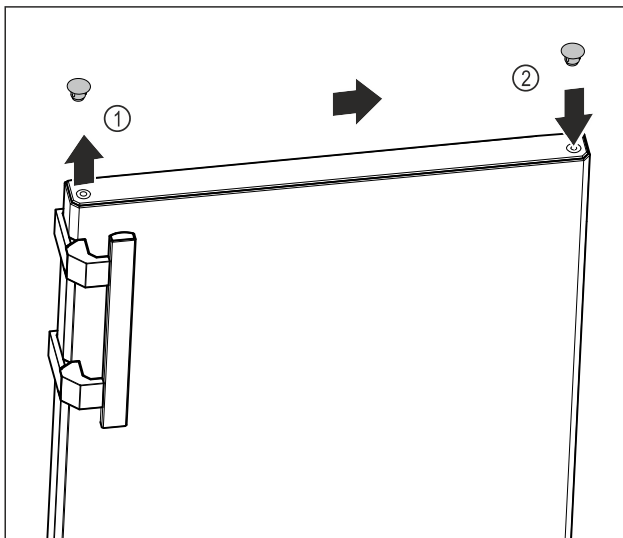

Fig. 17
- ▶ Óvatosan emelje le az ajtó felső oldalán a fedődugót Fig. 17 (1) egy lapos csavarhúzóval.
- ▶ Helyezze fel a fedődugót a másik oldalon. Fig. 17 (2)